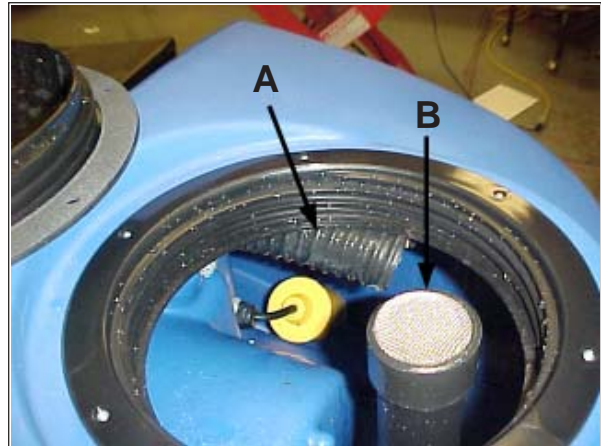

Figura 35
12. Si el depósito o la manguera de recuperación están obstruidos use presión de agua para lavarlos. Coloque la manguera de agua dentro de la manguera de recuperación (figura 35, A). **NOTA: No coloque la manguera de agua en el tubo de entrada de aspiración (consulte la figura 35, B), ya que se producirán daños.**
La manguera de recuperación (figura 35, A) está localizada a la derecha del tubo de entrada de aspiración (consulte la figura 35, B). La manguera de recuperación es flexible, lo que le permitirá moverla hacia la abertura para fácil acceso a la manguera de agua para lavar la línea.